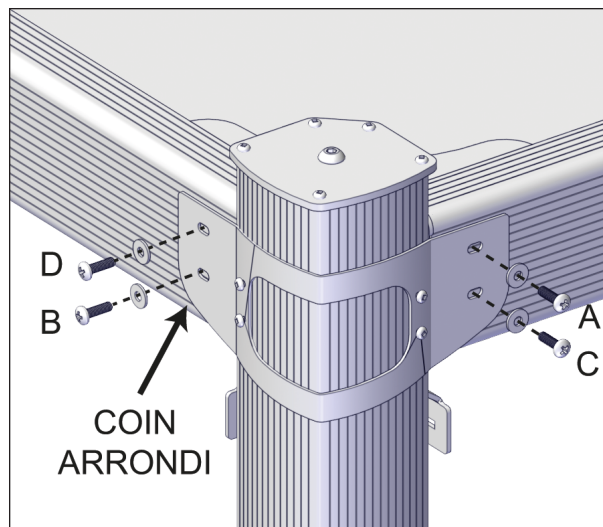

FIGURE 48: SÉQUENCE D'INSTALLATION DES SUPPORTS DE COIN EXTÉRIEUR
27. Installer un support de coin extérieur comme montré dans la Figure 48. Fixer le support au couvercle avec 4 vis à tête cruciforme M6 x 20 mm et 4 rondelles plates en métal peint de 1/4 po. Suivre la séquence de la Figure 48 pour la séquence d'installation de vis sur le profilé en C.